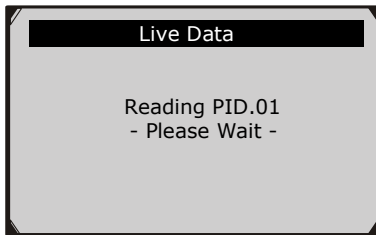

Figura 5.11
- 2) Espere unos segundos mientras la herramienta de escaneo valida el **MAPA PID**. (Figura 5.11)